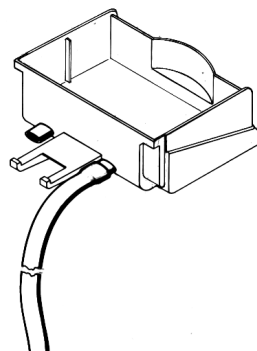

figura 1
- 8 - Il cassetto raccogli gocce è dotato di due attacchi di drenaggio con diaframma. Nel caso si desideri lo svuotamento continuo del cassetto, perforare il diaframma (ad esempio con un cacciavite) di uno dei due attacchi di drenaggio e collegarlo ad un tubo di scarico (vedere figura 1).